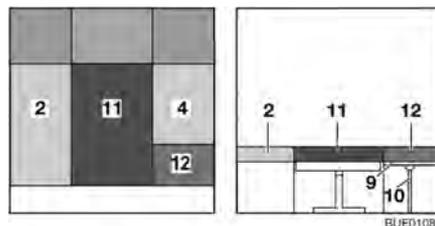

Fig. 91 Après la transformation
- Placer le coussin supplémentaire (Fig. 91,11) entre les coussins d'assise (Fig. 91,2 et 4).
- Placer le coussin supplémentaire (Fig. 91,12) entre les rallonges de coffres de banquette (Fig. 91,9).